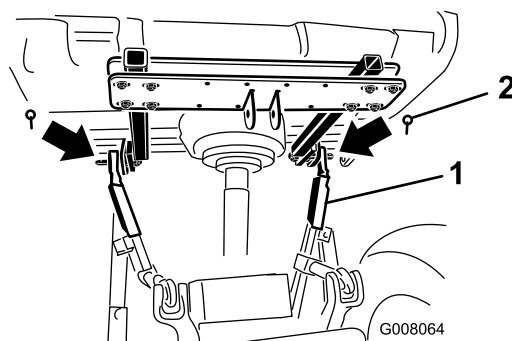

Figura 7
5. Inserire i bracci di attacco inferiori destro e sinistro ai perni di attacco e fissare con gli acciarini (Figura 7).